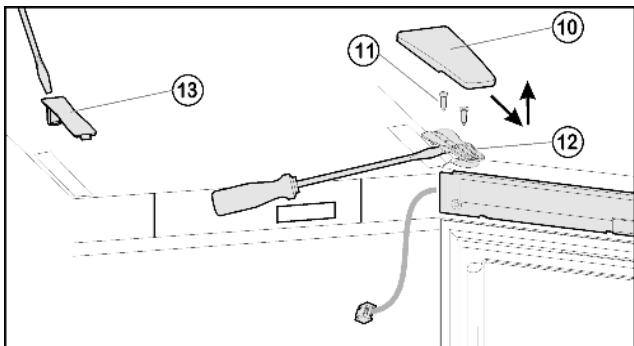
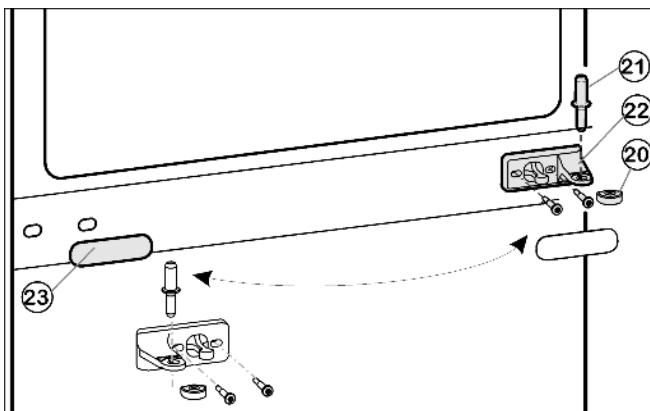
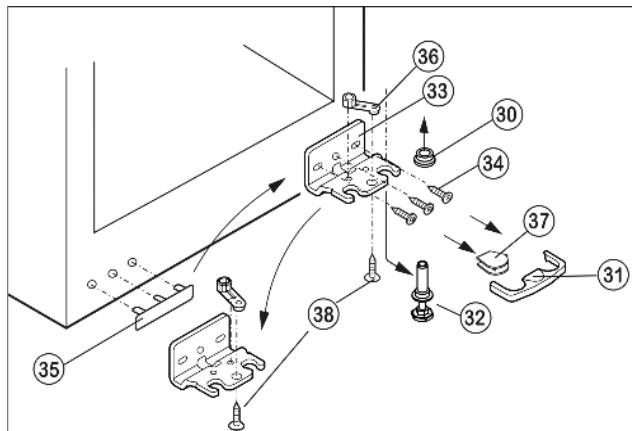

Fig. 5
Fig. 6
Fig. 7
- ▶ Крышку Fig. 5 (10) снимите движением вперед и вверх.
- ▶ Снимите крышку Fig. 5 (13).
- ▶ Полностью выверните винты Fig. 5 (11).
- ▶ Снимите дверцу вместе с опорным кронштейном Fig. 5 (12) и кабелем вверх. Для снятия, возможно, понадобится осторожно подцепить опорный кронштейн снизу шлицевой отверткой.
- ▶ Извлеките средний опорный палец Fig. 6 (21) из среднего опорного кронштейна Fig. 6 (22) и нижней дверцы.
- ▶ Пластмассовый колпачок Fig. 6 (20) снимите.
- ▶ Снимите средний опорный кронштейн Fig. 6 (22).
- ▶ Осторожно снимите накладку Fig. 6 (23).
- ▶ Прикрутите средний опорный кронштейн Fig. 6 (22) с поворотом на 180° на новую сторону шарнира (**с моментом 4 Нм**)
- ▶ Защелкните накладку Fig. 6 (23), повернув на 180°, на стороне, где теперь будет ручка.
- ▶ Предохранитель Fig. 7 (31) снимите движением вперед.
- ▶ Снимите крышку Fig. 7 (37).*
- ▶ Полностью вверните регулируемую опору Fig. 7 (32).
- ▶ Вытяните опорный палец Fig. 7 (32) вниз и вперёд. При этом следите за гнездом шарнира Fig. 7 (30).
- ▶ Открутите опорный кронштейн Fig. 7 (33)(3 шт. Torx 25 Fig. 7 (34)).
- ▶ Открутите опорную деталь Fig. 7 (36)(1 Torx 25 Fig. 7 (38)) и, переставив в отверстие на противоположной стороне опорного кронштейна, снова прикрутите.
- ▶ Осторожно приподнимите и переставьте крышку Fig. 7 (35) со стороны ручки.
- ▶ Снова прикрутите опорный кронштейн Fig. 7 (33) на новой стороне шарнира (**с моментом 4 Нм**). При необходимости используйте аккумуляторный шуруповёрт.
- ▶ Установите крышку Fig. 7 (37) на противоположной стороне.*
- ▶ Предохранитель (31) нужно зафиксировать сбоку на кронштейне, чтобы опорный палец и двери были защищены от выпадения.
- ▶ Снова защелкните предохранитель (31) на опорном кронштейне.
- ▶ Наденьте гнездо шарнира Fig. 7 (30).
- ▶ Установите дверцу сверху на нижний опорный палец Fig. 7 (32).
- ▶ Снова наденьте пластмассовый колпачок Fig. 6 (20) на средний опорный кронштейн Fig. 6 (22).
- ▶ Вставьте средний опорный палец Fig. 6 (21) через средний опорный кронштейн Fig. 6 (22) в нижнюю дверцу.
- ▶ Установите верхнюю дверцу на средний опорный палец Fig. 6 (21), закройте дверцу и установите верхний опорный кронштейн Fig. 5 (12) так, чтобы он защелкнулся в верхней стороне устройства.
- ▶ Закрутите опорный кронштейн Fig. 5 (12) (**с усилием 4 Нм**). При необходимости проделайте отверстия или используйте аккумуляторную отвертку.
- ▶ Защелкните крышку Fig. 5 (10) и крышку Fig. 5 (13).
- ▶ При необходимости выровняйте дверцу через два продольных паза в нижнем опорном кронштейне Fig. 7 (33) и среднем опорном кронштейне Fig. 6 (22) параллельно корпусу устройства. Для этого выкрутите средний винт на нижнем опорном кронштейне Fig. 7 (33).